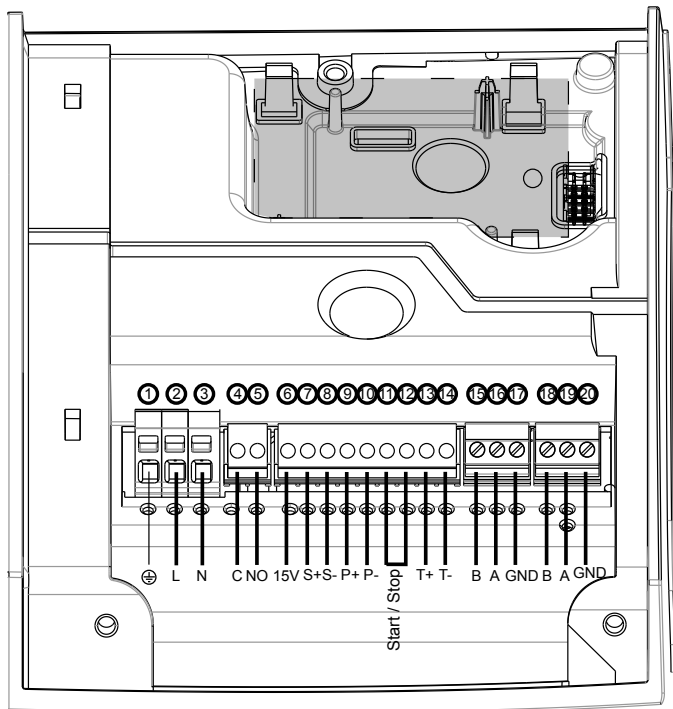

Figure 4 : Schéma de branchements
La pompe peut être démarrée ou arrêtée par un contact sec externe ou un relais qui est connecté aux borniers 11 et 12. La pompe est fournie par défaut avec les borniers 11 et 12 reliés. Vous reporter à la figure 4 de la page 53.
La pompe comporte une entrée analogique 0 à 10 volts aux borniers 7 et 8. Vous reporter aux figures du schéma des borniers pour modifier le point de consigne. Vous reporter à la figure 4 de la page 8.
Un relais de contact à sec est fourni aux borniers 4 et 5. Vous reporter au schéma de connexion, figure 4 à la page 53 pour connaître l'emplacement. S'il y a une panne, le relais de contact se ferme pour afficher un voyant rouge et un code d'erreur sur l'afficheur de l'interface de l'utilisateur. Voir Interface utilisateur (page 53). La fermeture de relais de contact peut servir aussi à énergiser l'affichage de panne à distance.
2. Connecter les fils aux bornes 9 et 10. Vous reporter à la figure 4 de la page 8.
5. Sélectionner le modèle de capteur qui correspond et confirmer le choix à l'aide du bouton des paramètres (3). Voir Interface utilisateur (page 53).
7. Le point de consigne peut être modifié en utilisant les boutons de réglages (5). Voir Interface utilisateur (page 53).
La pompe a un canal de communication RS-485 intégrés (bornes 15-16-17). Vous reporter à la figure 4 de la page 53.